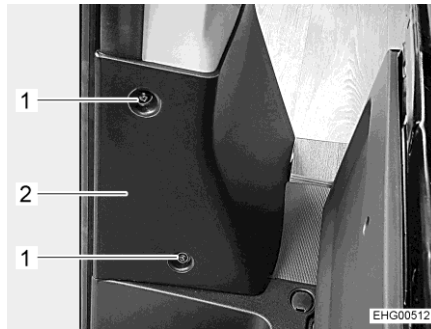
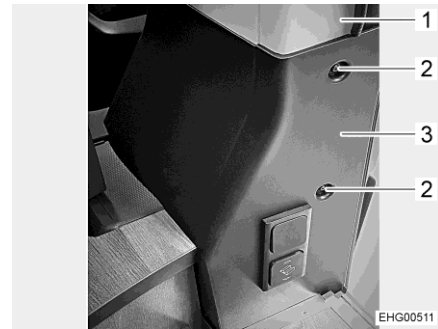

Bild 73 Abdeckung (von Fahrerhaustür aus gesehen)
Bild 74 Abdeckung (von Schiebetür aus gesehen)
- 2 Schrauben (Bild 73,1) sowie 2 Schrauben (Bild 74,2) herausdrehen und Abdeckung (Bild 73,2 und Bild 74,3) von B-Säule (Bild 74,1) abnehmen.